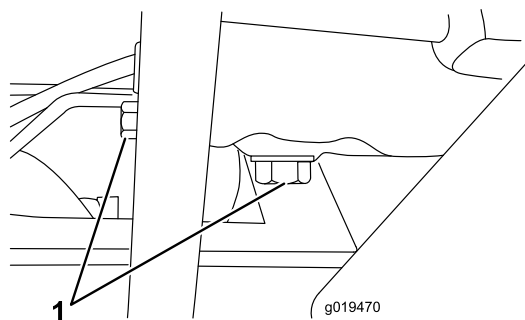

Рисунок 51
1. Снимите пробку сливного отверстия (**Рисунок 51**) и дайте маслу вытечь в сливной поддон. Когда масло стечет, поставьте пробку сливного отверстия на место.